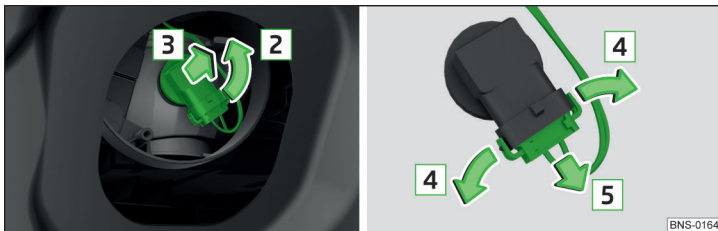

Abb. 379 Glühlampe für Nebelscheinwerfer wechseln
- › Den Sockel mit der Glühlampe bis zum Anschlag in Pfeilrichtung **2** drehen » Abb. 379.